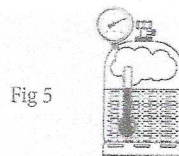

Fig 5
I flaskan (fig. 5) är det gasolvätska i flaskans botten (T) och förångas vid tryck till toppen (R) på flaskan.